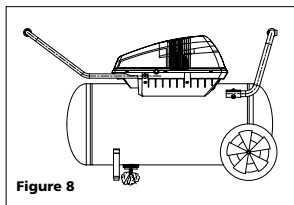

Figure 8
2. Placer l'appareil en position horizontale tel qu'indiqué sous la Figure 8. Avec le compresseur hors circuit et la pression dissipée, purger